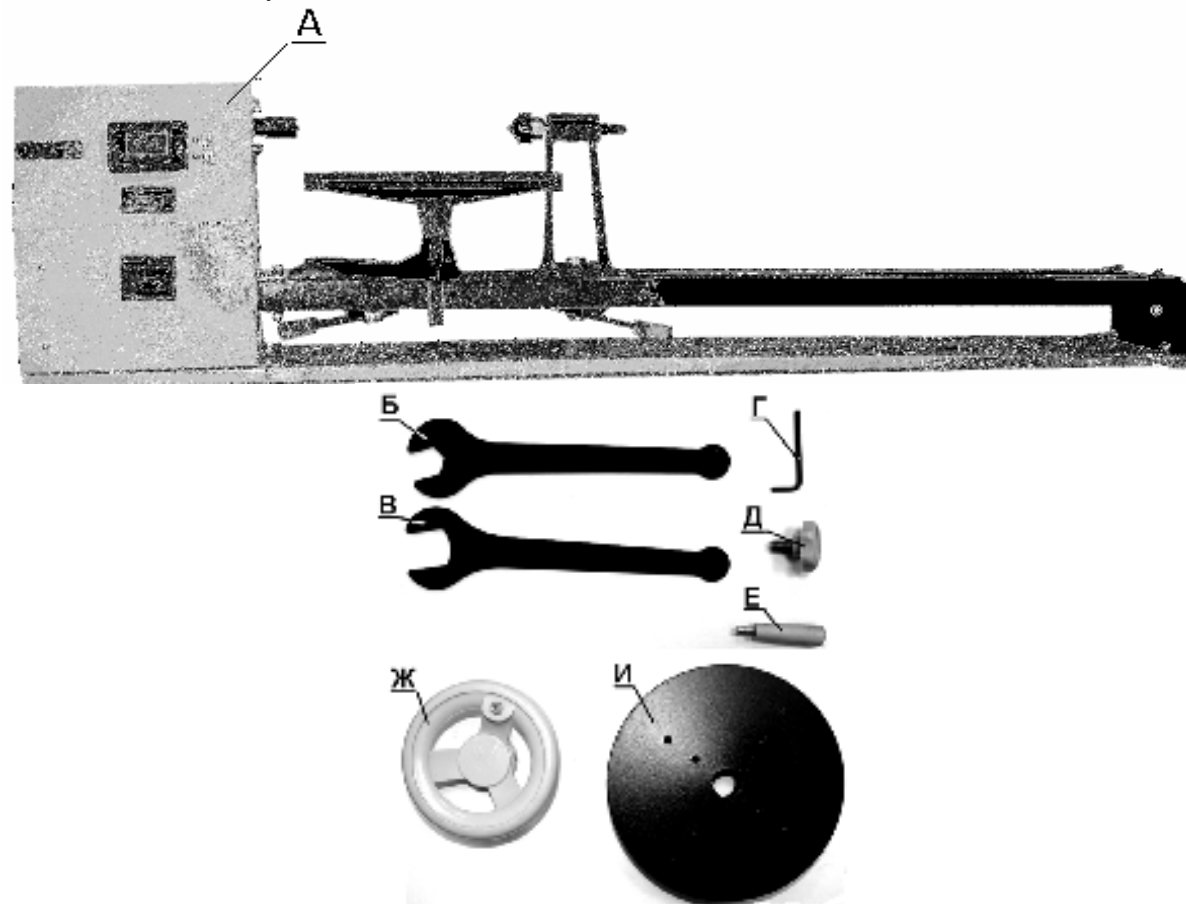

Рис.1.
- 6.1. Комплектность машины указана в таблице 3 и на Рис.1.
8.3. Как показано на Рис.4, ручку (E) вкрутите в резьбовое отверстие маховика (9). Установите маховик (9) на пиноль (15) и закрепите винтом (16), используя шестигранный ключ (Г), Рис.1,4.